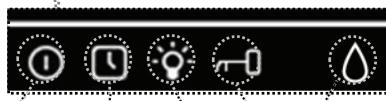

Рис. 10.
5. Стока статуса (Рис. 10) – показывает статус функций (см. 12, 13, 14, 15 и 16)